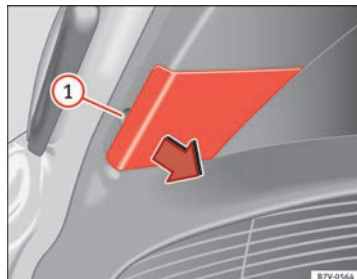

Fig. 211 Nel portellone posteriore: Rimuovere la copertura.
Estrarre con cautela la copertura facendo leva sulla rientranza ⇒ fig. 211 ① con la parte piatta del cacciavite fornito insieme agli attrezzi di bordo (⇒ fig. 200).